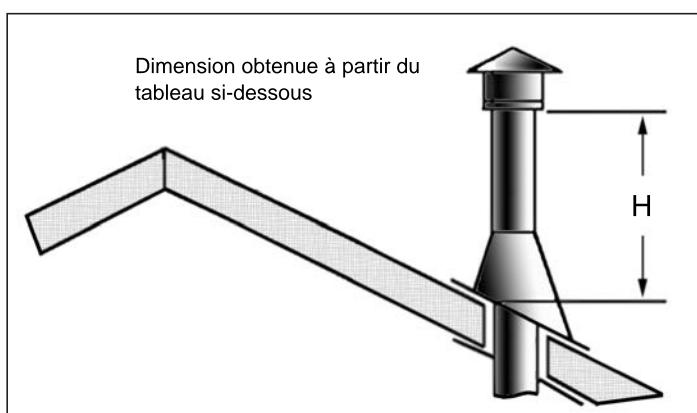

Figure 29: Hauter du Terminaison Vertical;
**Étape 8.** Continuer à ajouter des sections de tube jusqu'à ce que la hauteur de la bouchon de dégazage correspond aux exigences minimales. Référer à la Figure 29 et le tableau 7. Notez que pour des pentes de toit fortes, la hauteur d'aération doit être augmentée. Dans des conditions de grand vent, les arbres à proximité, jouxtant la ligne de toiture, des toits escarpés, et d'autres facteurs similaires peuvent entraîner un mauvais projet, ou vers le bas la rédaction. Dans ces cas, l'augmentation de la hauteur de l'évent peut résoudre le problème.
Table 7: Minimum 'H' for Figure 29.